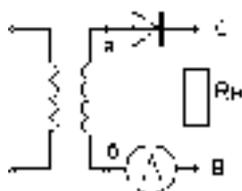

Рисунок 1
1. Ознакомиться со схемой однополупериодного выпрямительного устройства рисунок 1.
2. Исследовать однополупериодный выпрямитель, с этой целью собрать схему рис.1, в точках а и б; с и в снять осциллограммы, измерить амплитуды напряжений и ток в нагрузке, рассчитать сопротивление нагрузки.